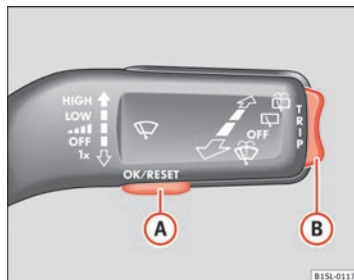

Abb. 11 Scheibenwischerhebel: Taste (A) zum Bestätigen von Anzeigepunkten und Wippe (B) zum Wechseln der Anzeigepunkte.
- Gegebenenfalls zur Anzeige der Uhrzeit wechseln, dazu Wippe ⇒ Abb. 11 **B** oben oder unten drücken.
- Falls eine Meldung oder das Fahrzeug-Piktogramm angezeigt wird, Taste **OK/RESET** drücken (⇒ Abb. 11 A).